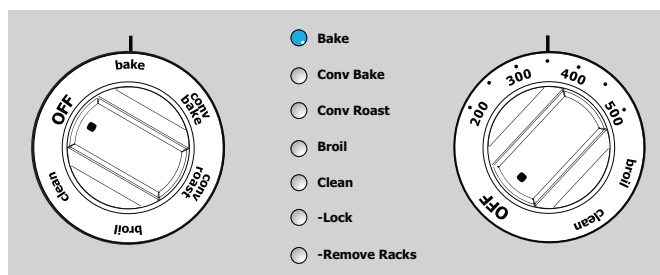

Figure 14 : Sélectionner la fonction de cuisson
2. Tourner le bouton du four sur « Bake » (cuire). Le témoin lumineux « Bake » (cuire) clignote (Figure 14).